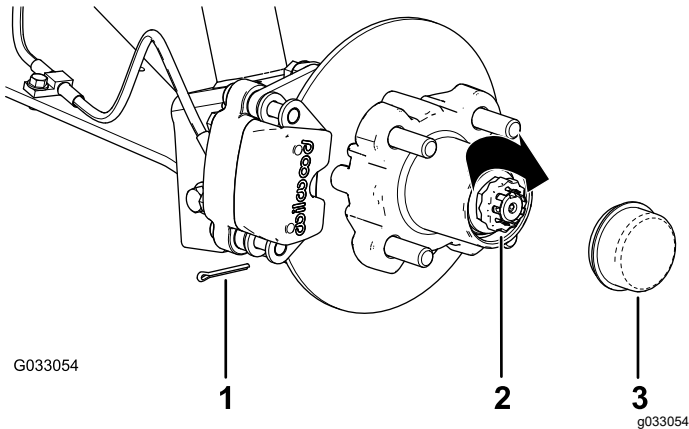

Bild 32
8. Befestigen Sie den Halter über der Mutter und prüfen Sie die Ausfluchtung des Schlitzes im Halter und dem Loch in der Spindel für den Splint (Bild 32).
9. Setzen Sie den Splint ein und biegen Sie jeden Abschnitt um den Halter (Bild 32).
10. Setzen Sie den Staubdeckel auf die Radnabe (Bild 32).